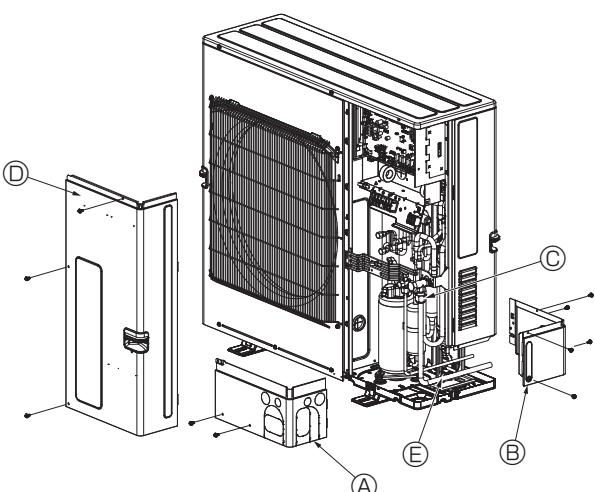

Fig. 4-3
4.3. Tubagem de refrigeração (Fig. 4-3)